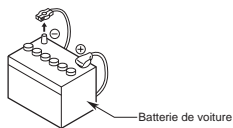

Figure 1
3. S'assurer de débrancher la borne "⊖" de la batterie avant de commencer. Cela évitera les courts-circuits pendant l'installation. (Figure 1)